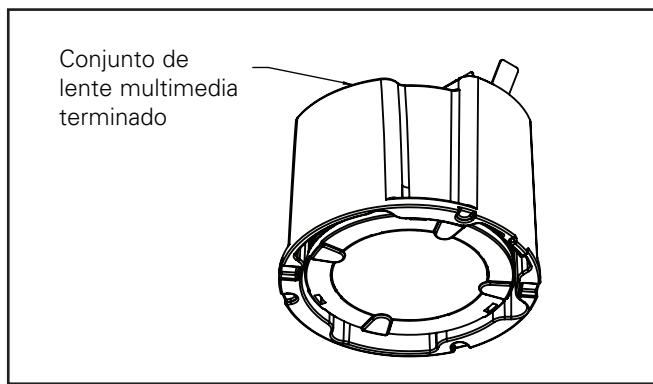

Figura 21
7. Para instalar el conjunto óptico y de medios/película en el módulo, siga los pasos de "Reemplazo/Instalación del conjunto óptico" (Figura 21 y 23)